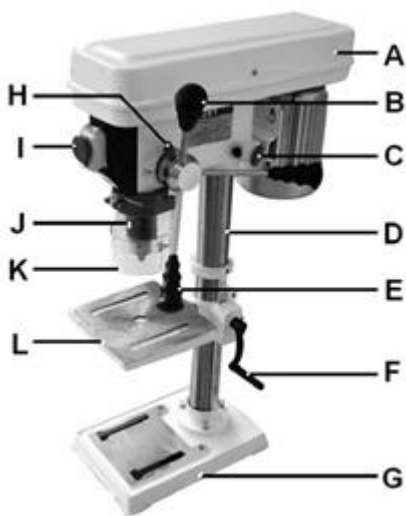

Рис. 1
Установите стойку (D, Рис. 1) на цоколь станка (G).
Эти поверхности должны быть очищены от жира и масла, иначе патрон может снова упасть. Наденьте патрон (J, Рис. 1) на конус шпинделя. Откройте сверлильный патрон на максимальный размер сверла.
Открутите крепление площадки мотора (С, Рис. 1).
Опустите шпиндель с установленным сверлом на желаемую глубину сверления. Поверните установочное кольцо до упора и закрепите крепёжный винт (Н, Рис. 1). Сверло будет останавливаться на этой высоте.